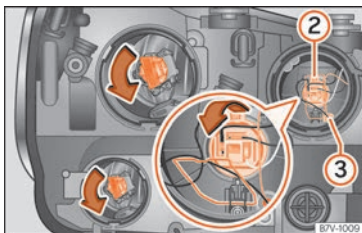

Abb. 63 Linker Scheinwerfer.
- Drahtbügel in Pfeilrichtung kräftig nach unten drücken und Lampenhalter **»» Abb. 63 2** mit der Glühlampe nach hinten herausziehen.
- Lampenhalter  **Abb. 63**  mit der Glühlampe nach hinten herausziehen.